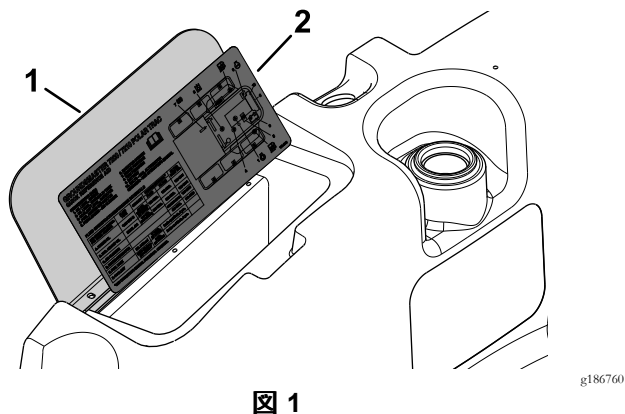

図 1
1. デカールが完全に貼りつくようにカバープレートを十分にきれいにする 図 1。
2. デカールの裏紙をはがして、カバープレートにデカールを張り付ける 図 1。